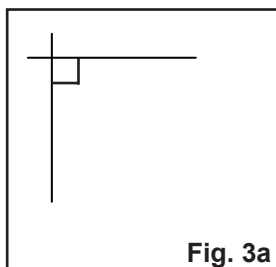
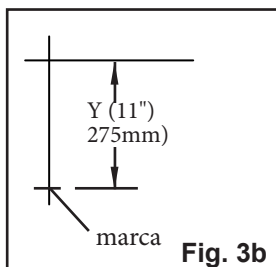
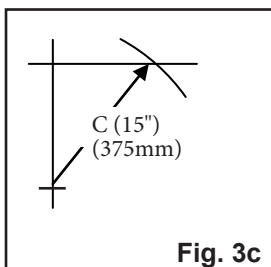
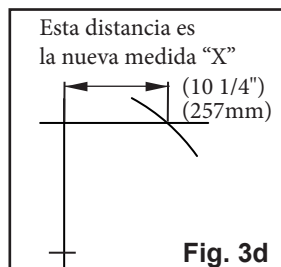

Fig. 3a
Fig. 3b
Fig. 3c
Fig. 3d
3. **Determine la medida final.** En una superficie vertical plana, con un nivel, trace una línea horizontal y una vertical creando un triángulo rectángulo (Fig. 3a). Mida desde la intersección en la medida "Y" establecida y marque (Fig. 3b). Con la cinta mida comenzando en la marca "Y" modificada, mueva la cinta a lo largo de la línea de "X" y marque la medida "C" donde cruza la línea "X" (Fig. 3c). Mida desde la intersección hacia la intersección "C" y esta será su nueva medida "X" (Fig. 3d).